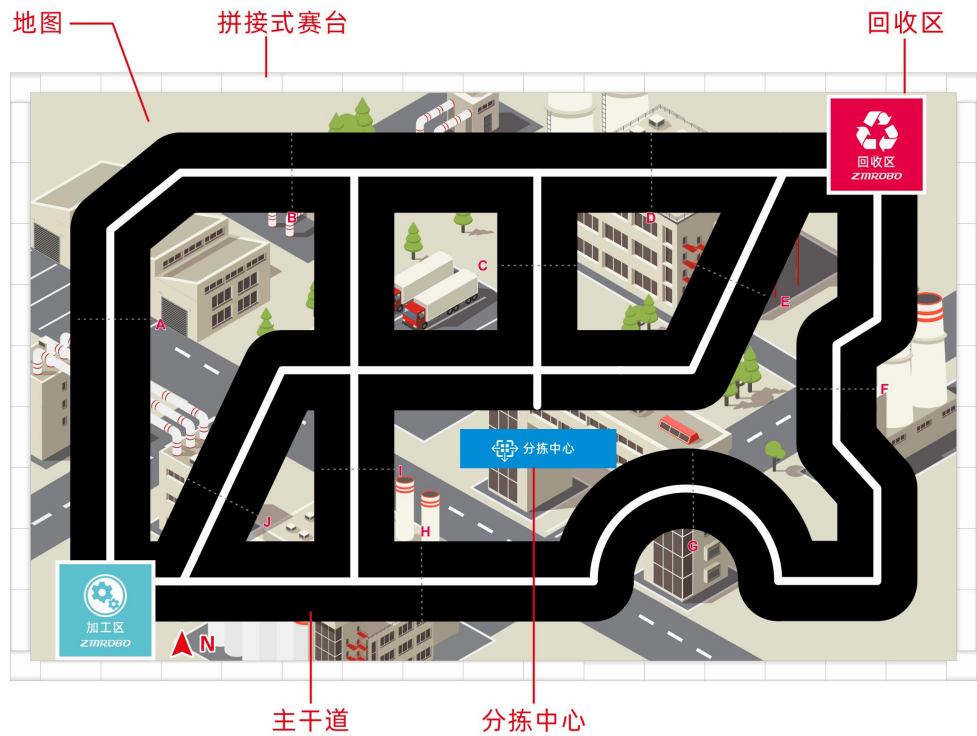

图 1 比赛场地
比赛场地由拼接式赛台、地图和任务模型组成，图 1 是一个比赛场地的实例，实际场地以现场公布为准。
彩色喷绘的地图铺设在赛台的底板上。地图上有两个启动区（加工区及回收区），不规则分布着有白色引导线的主干道和几个功能区，图 1 中的地图仅为示例，比赛用的地图在赛前公布。
2.2.1 图 1 中，沿着主干道有 10 条与引导线正交的标记线。在标记线旁分别以“A、B、C、……J”英文字母标注。